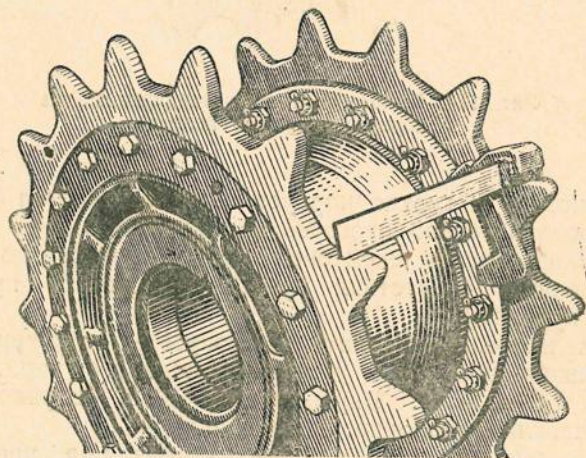

Рис. 136. Проверка установки зубчатых венцов ведущего колеса при помощи приспособления
8. Установить на корпус ведущего колеса два зубчатых венца и закрепить их тремя болтами каждый. Проверить установку зубчатых венцов (совпадение зубцов) при помощи специального приспособления (рис. 136). Зубья двух венцов на колесе должны быть расположены один против другого, допускается смещение не больше 3 мм.